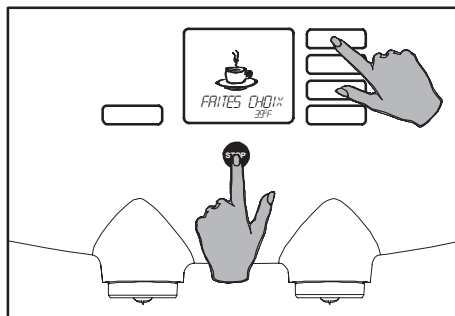

Fig. 62 Accès au menu opérateur
1. Activez le menu opérateur (fig. 62), voir également le paragraphe Accès au menu opérateur (fig. 27).